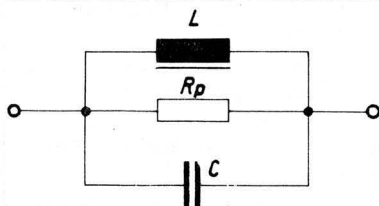
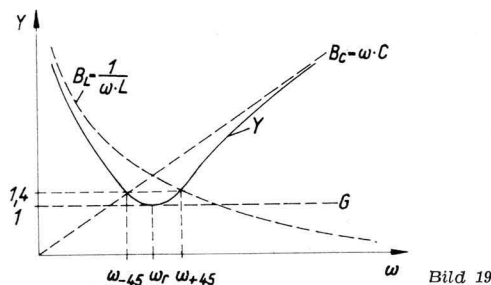
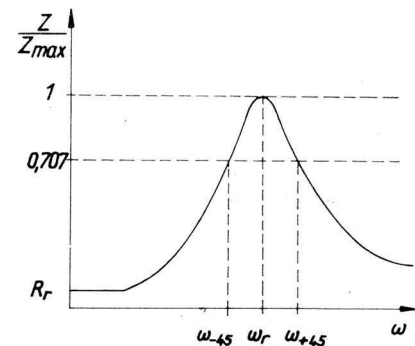
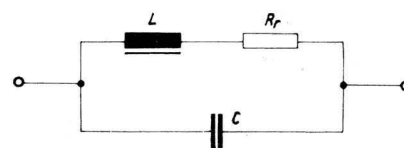

Bild 16
Bild 19
Bild 20
Bild 21
Die Parallelschaltung (Bild 16) berechnet man wieder nach den Kirchhoffschen Regeln.
berechnen. Somit wird die weitere Diskussion der Parallelschaltung vereinfacht, denn man kann sie in Analogie zur Reihenschaltung durchführen. Wird jetzt an die Schaltung nach Bild 16, deren Verhalten durch die Gleichung (34) beschrieben wird, eine in der Frequenz veränderliche Spannung angelegt, so ändern sich die Größen nach dem Diagramm in Bild 19. Dieses Bild ist direkt mit Bild 10 vergleichbar. Die Resonanz tritt beim Parallelschwingkreis nicht für die Spannung, sondern für den Strom ein. Die Abhängigkeit der Phase  $\varphi$  von der Kreisfrequenz  $\omega$  entspricht Bild 12, und Bild 15 entspricht Bild 20, d. h., beim Parallelschwingkreis hat der Gesamtwiderstand im Resonanzfall sein Maximum.
Die Definition der Bandbreite (19) läßt sich, wie Bild 20 zeigt, auch auf den Parallelschwingkreis anwenden.
Mit Gleichung (34) erhält man entsprechend Bild 19 bei  $\omega = \omega_r$  für den Gesamtstrom ein Minimum. Die Größe des Stromes wird nur von der Größe des Verlustwiderstandes  $R_p$  bestimmt.
fließende Strom ist ein reiner Wirkstrom und deckt die im Kreis auftretenden Verluste. Bei einem technischen Schwingkreis muß man allerdings feststellen, daß die Verluste (Widerstand des Spulendrahtes, Wirbelstrom- und Hystereseverluste) in der Spule wesentlich größer sind als die im Kondensator. Es ist also sinnvoll, das Schaltbild Bild 16 für den technischen Schwingkreis etwas umzuzeichnen, und man erhält dann Bild 21.
Für die Schaltung nach Bild 21 erhält man für den Resonanzfall folgenden Ausdruck: